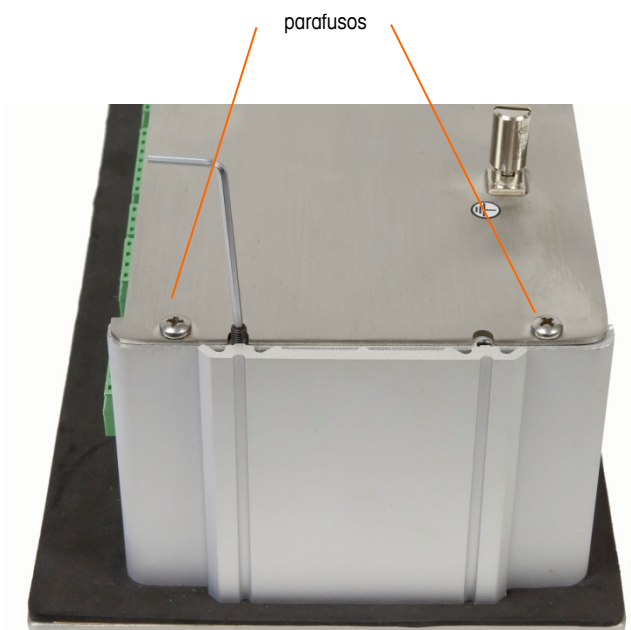

Figura 3-8: Suporte de fixação instalado
7. Prenda o terminal ao painel inserindo os suportes de fixação nos canais ao lado do gabinete do IND560x e instale os quatro parafusos allen como indica a Figura 3-8. Todos os quatro parafusos devem ser apertados com torque de 0,55 Nm (5 pol-lb).